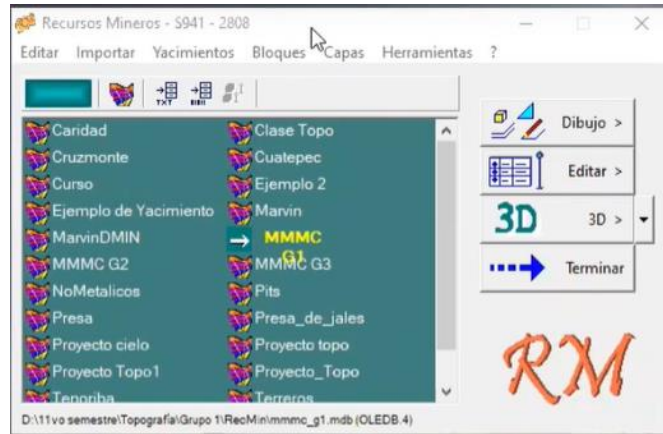

Figura 349. Módulo de yacimientos.
20. Abrir el módulo de yacimientos de RecMin y seleccionar el proyecto de la materia. Figura 349.